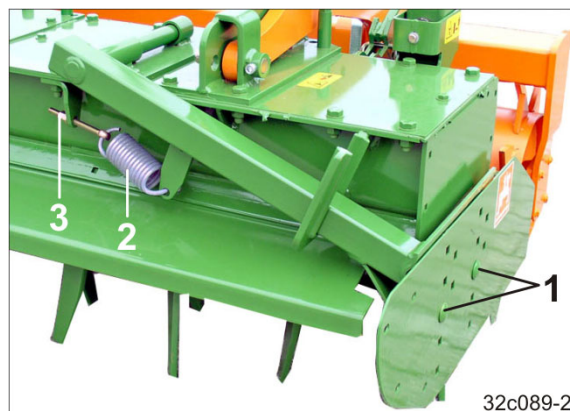

図 88
サイドパネルは 2 本の平頭ねじ ( 図 88/1 ) で固定されており、高さを調節できます。
2. ばね ( 図 88/1 ) の張り具合を、ナット ( 図 88/2 ) を回して調節します。